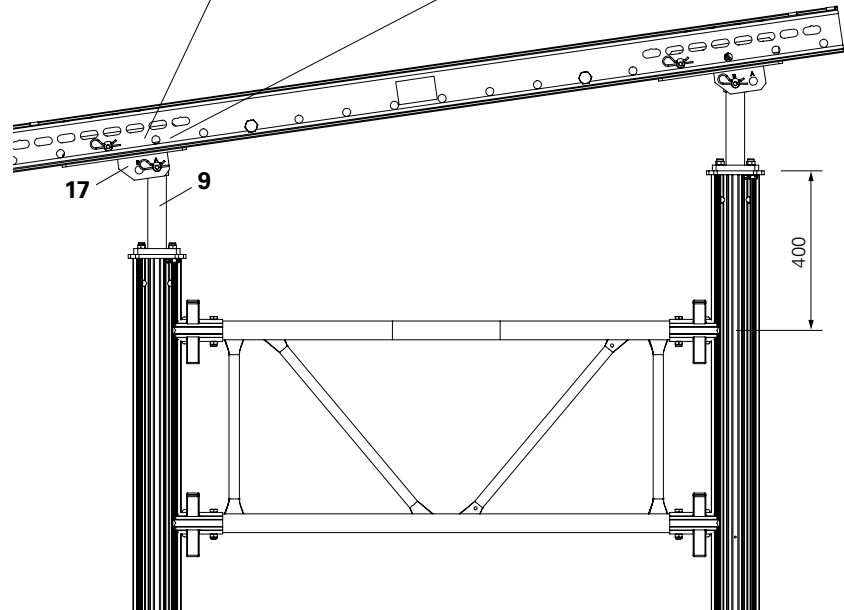

Fig. A2.10
- La tête d'étais MP/SRU (9) avec le connecteur MP/SRU (17) est utilisée pour soutenir les filières SRU sur les tours d'étaisement. (Fig. A2.10)